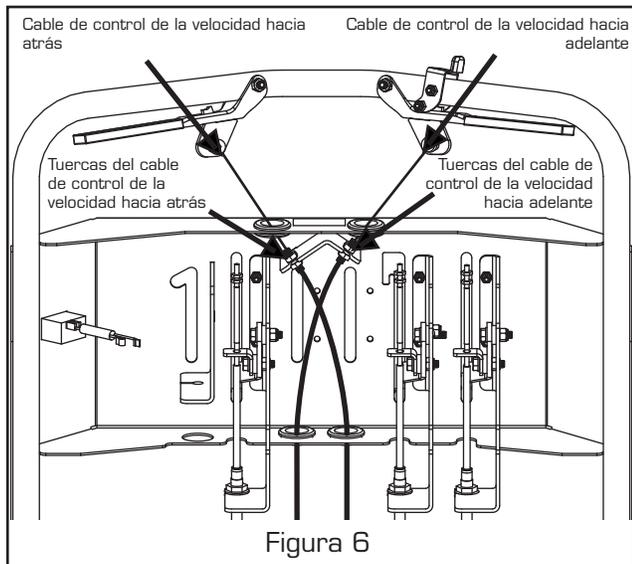

Figura 6
6. Mueva la palanca libre a la posición OPERATION (Funcionamiento) y libere el freno de mano. Asegúrese de que las palancas de control de velocidad sobre el suelo se encuentren en punto muerto. La máquina debe estar quieta mientras el motor esté en marcha. Si la máquina comienza a arrastrarse hacia adelante o hacia atrás en esta situación, entonces se debe ajustar el cable de control de velocidad hacia adelante o hacia atrás. Ubique las tuercas del cable debajo del panel de control que se muestra en la Figura 6.